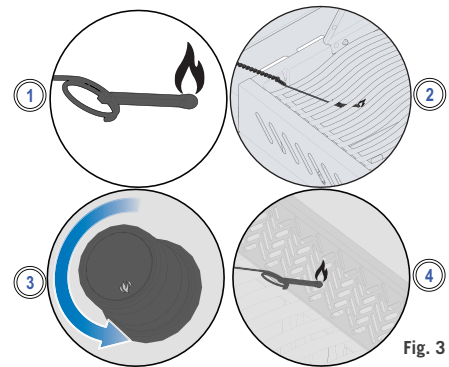

Fig. 3
3. Pendant ce temps, tourner le bouton du brûleur correspondant vers la position HIGH (Fig. 3).